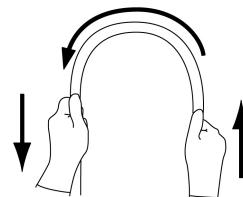

図1
- 4.挿入部を両手で持ち、全長にわたって図1に示すように順次半円の頂点をずらすように曲げたときに、適切な軟らかさを有しており、軟らかさが不連続になっているなどの異常がないこと。また、挿入部をまっすぐにして、硬度調整用リングがスムーズに回ることを確認すること。